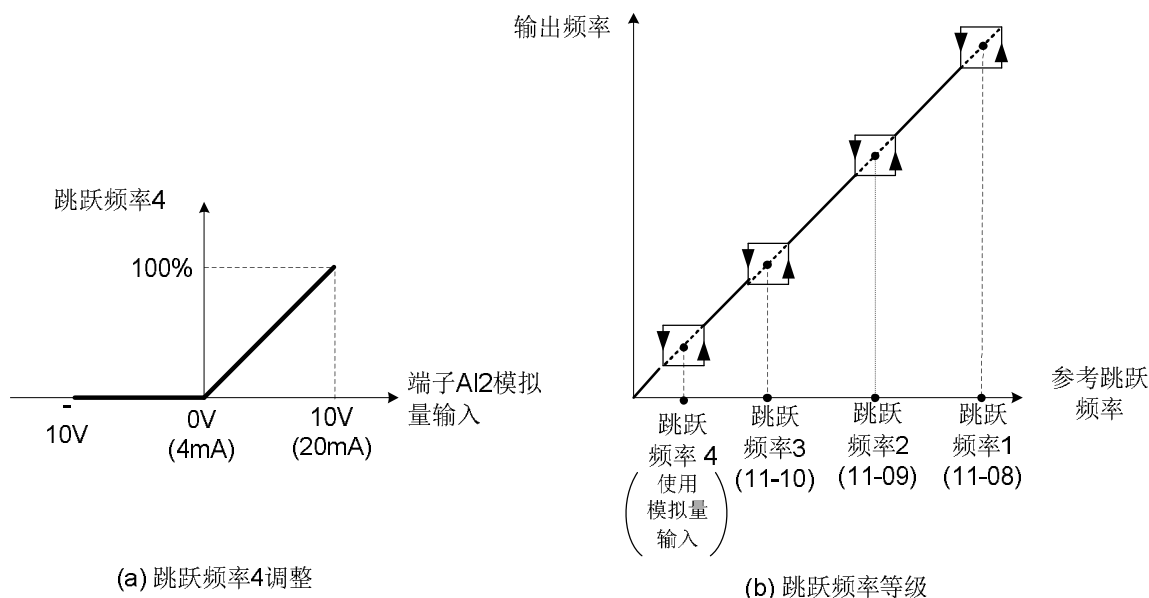

图4.3.45 跳跃频率4设定操作
- 当设定11-08至11-10为0.0Hz，则跳跃频率功能关闭。参照下图4.3.45。